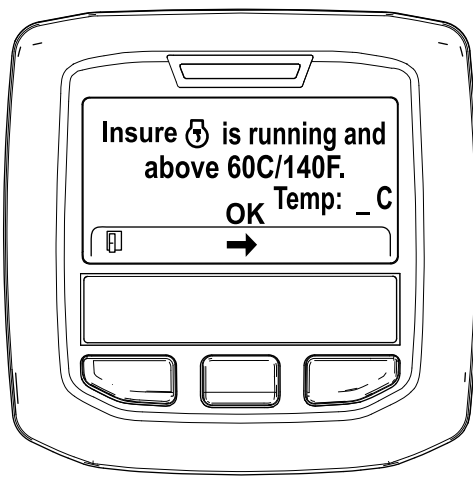

Figure 34
5. Si la température du liquide de refroidissement est inférieure à 60 °C, le message « Insure  is running and above 60C/140F » (vérifier que *** fonctionne et est supérieure à 60 °C/140 °F) s'affiche (Figure 34).